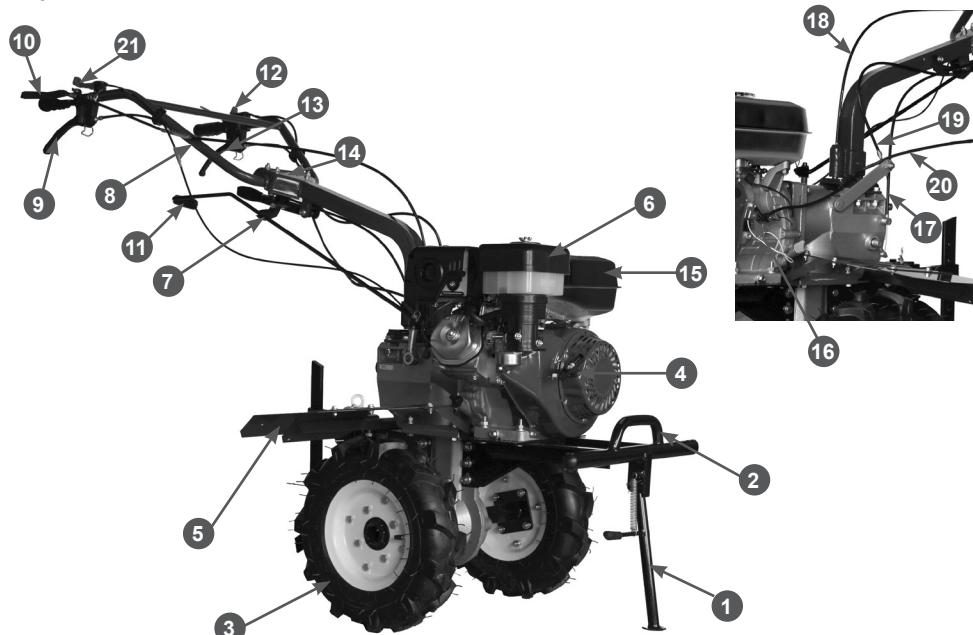

Рис.1 Расположение основных узлов и органов управления
Расположение основных узлов и органов управления мотоблока представлено на Рис.1.
1. Возьмитесь за рычаг сцепления 13 (Рис.1) нажмите и отпустите его 2-3 раза, чтобы включить сцепление. Если включить сцепление не получается, проверьте регулировку свободного хода рычага.
- Нажмите на рычаг реверса 9 (Рис.1) и отпустите его 2-3 раза, чтобы включить передачу. Если включить передачу не получается, изменяйте положение рычага, пока передача не включится,